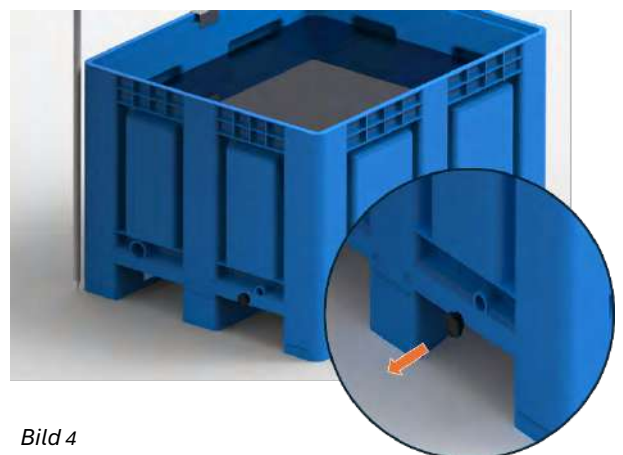

Bild 4
2. Öffnen Sie den Auslass an der Außenwand des Workerpools: das Wasser fließt ab (Siehe Bild 4).